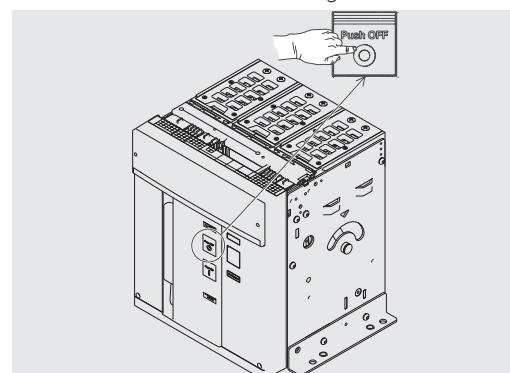

Figura 30
6. Apertura - Apretar el pulsador de apertura "O - Push OFF" como se indica en Figura 30.